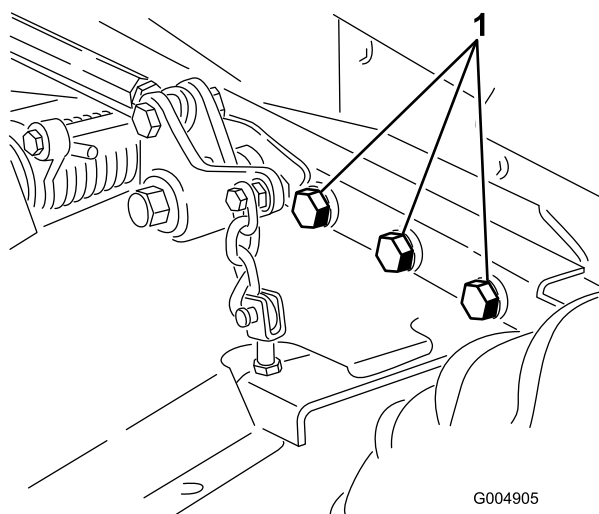

Figura 63
4. Controllate tutti gli elementi di fissaggio per verificare che non siano allentati; all'occorrenza serrateli. Serrate i 6 bulloni che fissano il telaio del piatto di taglio al trattore (Figura 63) a 359 N·m.